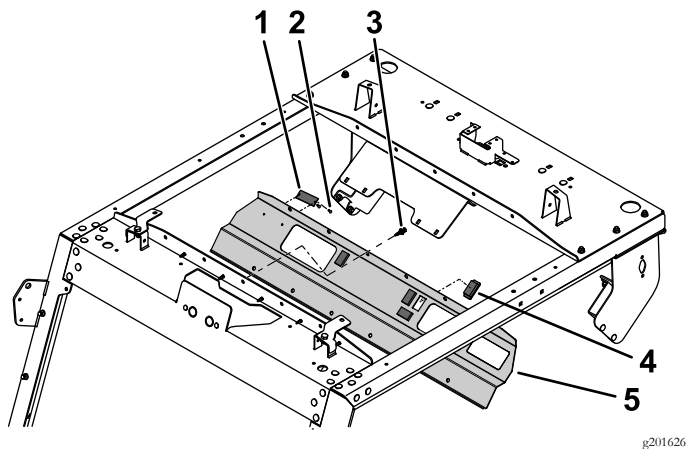

图9
1. 将 4 个孔塞安装到控制面板 图9。
2. 用 2 个弹伸铆钉将序列号牌固定到控制面板上 图9。
3. 将控制面板上的安装孔与前车顶安装座上的孔对齐 图9。
4. 将 12 个塑料铆钉插入各自的孔用力推塑料铆钉上的柱塞直至固定将前面板固定到前车顶安装座 图9。